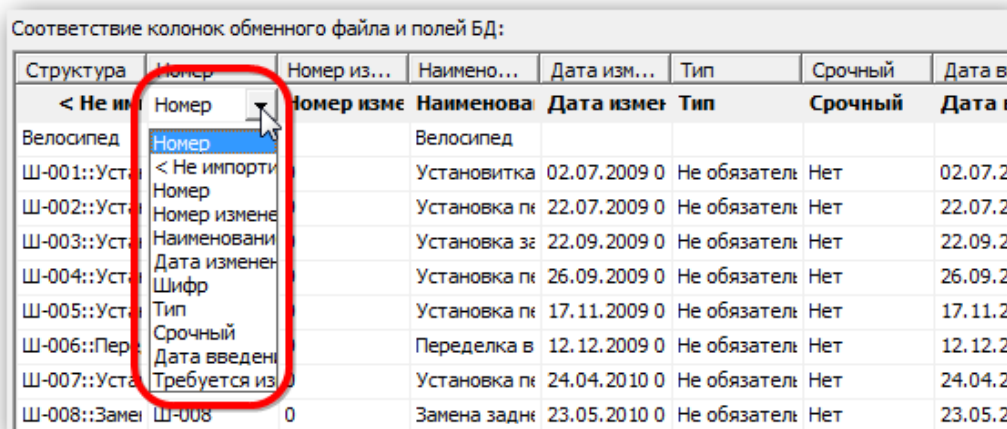

Рис. 14-29 – Установление вручную соответствия колонок в файле и полей БД
7) В случае если соответствие между колонками в обменном файле и полями БД не удалось установить автоматически, необходимо задать его вручную. Для этого раскрыть список полей БД, нажав кнопку в правой части ячейки в строке «Поле БД», и выбрать нужное значение (рис. 14-29).